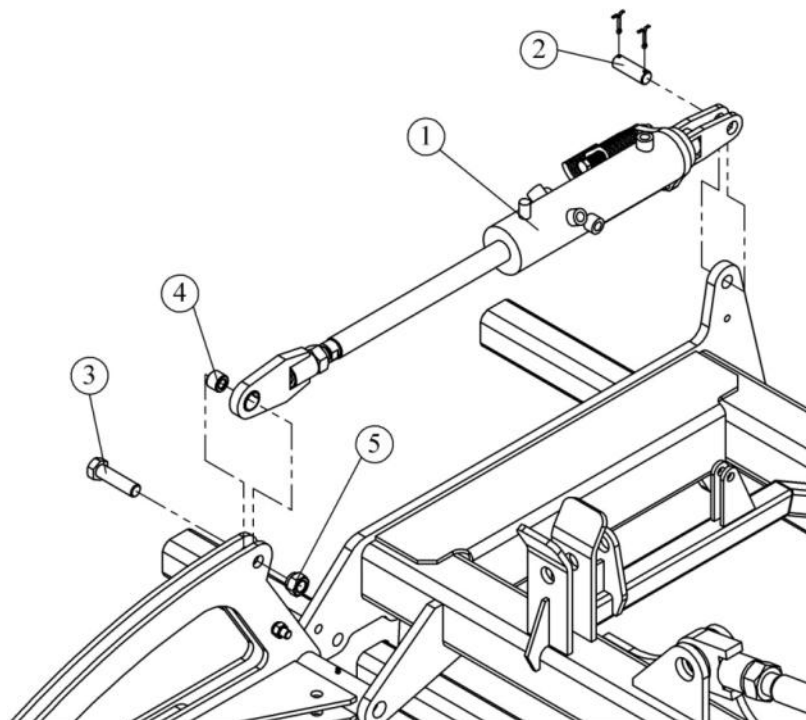

Рис. 4.1. Установка гидроцилиндров подъёма/опускания рамы.
4.2. На крыловую раму установите четыре гидроцилиндра подъёма/опускания рамы (поз. 1, рис. 4.1) при помощи осей Ø25x76 (2) с шайбами плоскими Ø24 и шплинтами 5x36. Вторую сторону гидроцилиндров присоедините к консолям при помощи болта М24x80 (3) со втулкой Ø32x25 (4), гайкой М24 и шайбой пружинной (5).